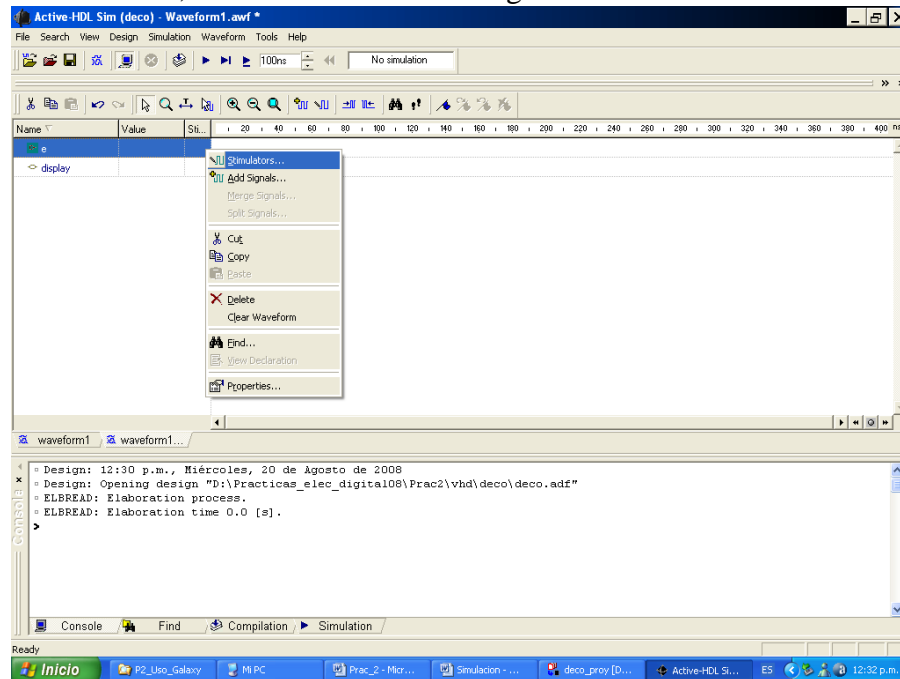
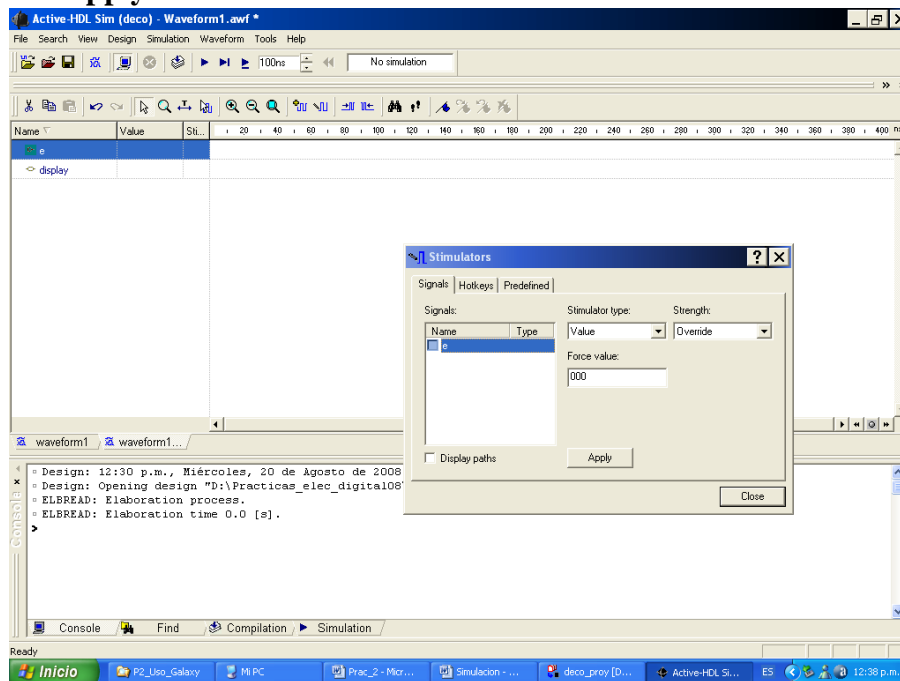

Figura 8.
Figura 9.
11. En este caso se selecciona la entrada **e** y las salidas **display**. En el caso de la entrada **e** es necesario asignar valores para su simulación. Esto se hace dando clic con el botón derecho, sobre la señal **e** como se muestra en la figura 8. Al hacer eso se abre una pequeña “ventana” y se da clic en **Stimulators...**, abriéndose una nueva ventana, como se muestra en la figura 9.